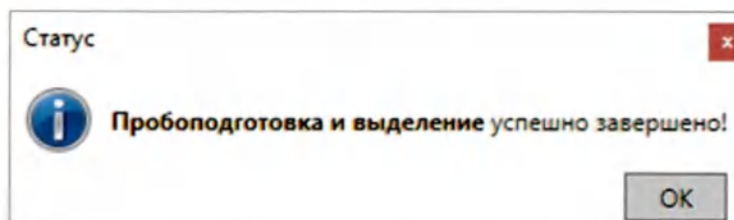

Рис. 45. Информационное окно с сообщением об окончании процедуры выделения.
6.5.7.6. По окончании выделения комплекс остановит работу, откроется информационное окно с сообщением о завершении данной процедуры (Рис. 45).